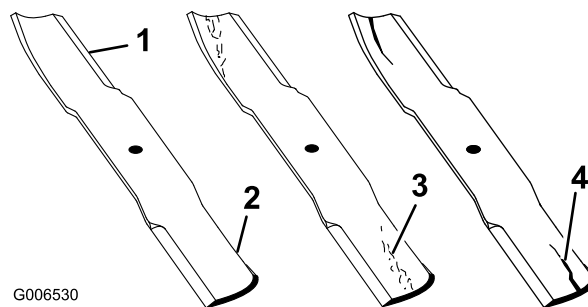

Bild 52
1. Untersuchen Sie die Schnittkanten (Bild 52). Entfernen und schärfen Sie die Messer, wenn die Schnittkanten nicht scharf sind oder Auskerbungen aufweisen. Siehe „Schärfen der Messer“.
2. Prüfen Sie die Schnittmesser, insbesondere den gebogenen Bereich (Bild 52). Wenn Sie Schäden, Verschleiß oder Rillenbildung in diesem Bereich feststellen (Bild 52), sollten Sie sofort ein neues Schnittmesser einbauen.